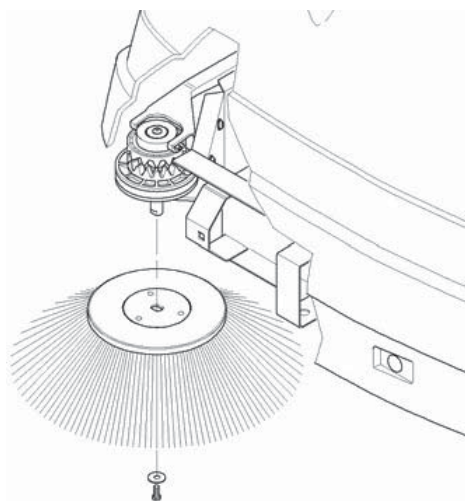

Fig. 2
- Posicione a escova no veio (Fig.2).